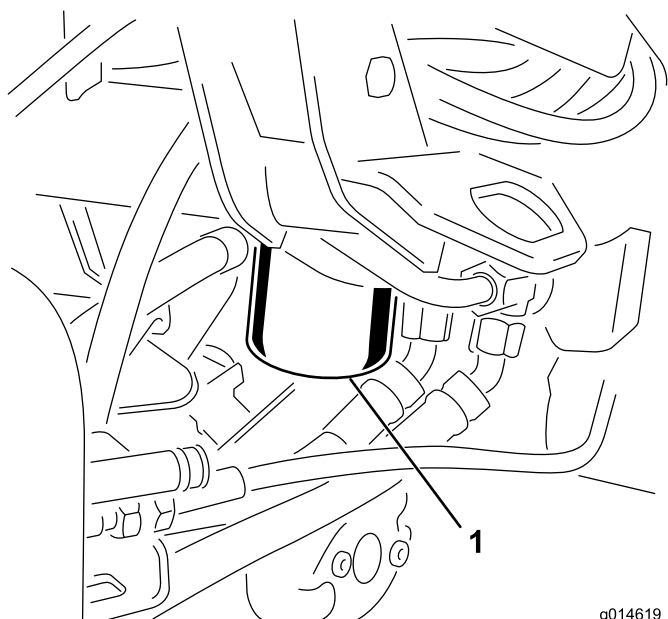

図 52
1. フィルタ容器の周辺をウェスできれいにぬぐう (図 52)。フィルタの下に廃油受けを置いてフィルタを外す。